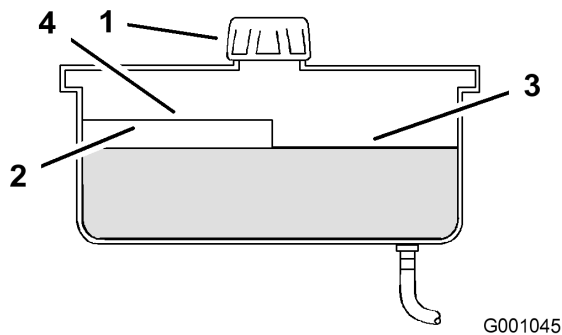

Figura 64
2. Limpie alrededor del cuello de llenado del depósito de aceite hidráulico (Figura 64).
3. Retire el tapón del cuello de llenado. Mire dentro para ver si hay aceite en el depósito (Figura 64).
Nota: El nivel de aceite debe llegar a la parte superior del nivel caliente del tabique cuando el aceite está caliente (Figura 64).